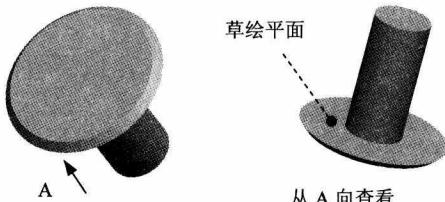

图 1.5 拉伸特征 1
- (3) 定义旋转属性。在操控板中选择旋转类型为 **上**，在角度文本框中输入角度值 360.0，并按回车键。
(4) 在操控板中单击“完成”按钮 ，完成旋转特征 1 的创建。
- Step3. 创建图 1.5 所示的拉伸特征 1。在操控板中单击“拉伸”按钮 **拉伸**。选取图 1.5 所示的模型表面作为草绘平面，接受默认的参考平面，方向为 **顶**；绘制图 1.6 所示的截面草图，在操控板中定义拉伸类型为 **上**，输入深度值 35.0。单击 按钮，完成拉伸特征 1 的创建。